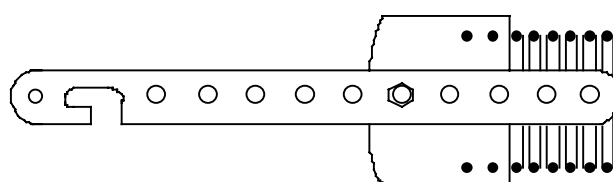

Fig. 14
- Otez un des ressorts en introduisant une tige dans un des trous de la latte de réglage illustrée Fig. 14.